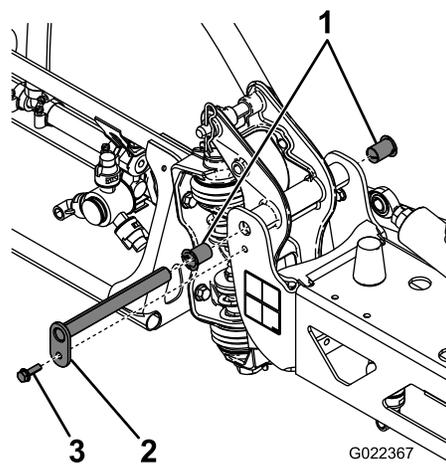

Figura 41
3. Quando il peso della barra è supportato, togliete il bullone e il dado che fissano il perno di articolazione nel gruppo barra (Figura 41).
- Togliete le boccole di nylon dal lato frontale e posteriore della staffa orientabile e controllatele (Figura 41).
- Montate la barra e la staffa orientabile nel telaio centrale, allineando i fori (Figura 41).